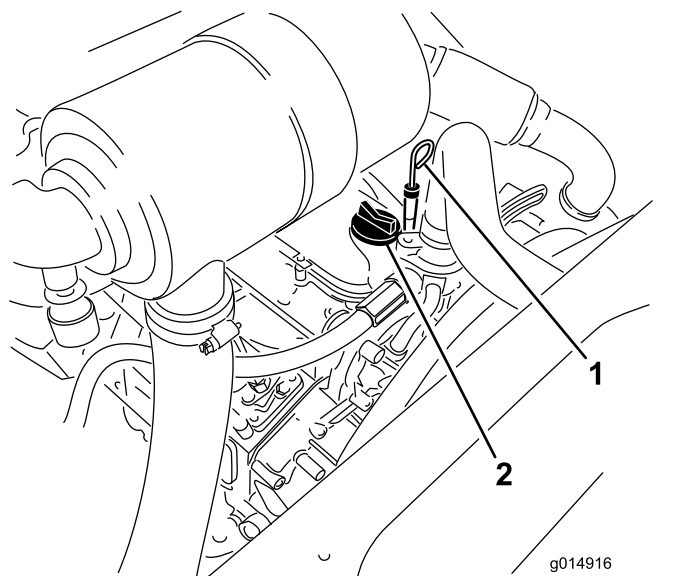

Рисунок 31
3. Извлеките масломерный щуп, тщательно протрите и снова вставьте его (Рисунок 31).
5. Если уровень масла находится ниже отметки Full (Полный), снимите крышку заливной горловины (Рисунок 31) и добавляйте масло, пока его уровень не достигнет отметки Full (Полный) на щупе.